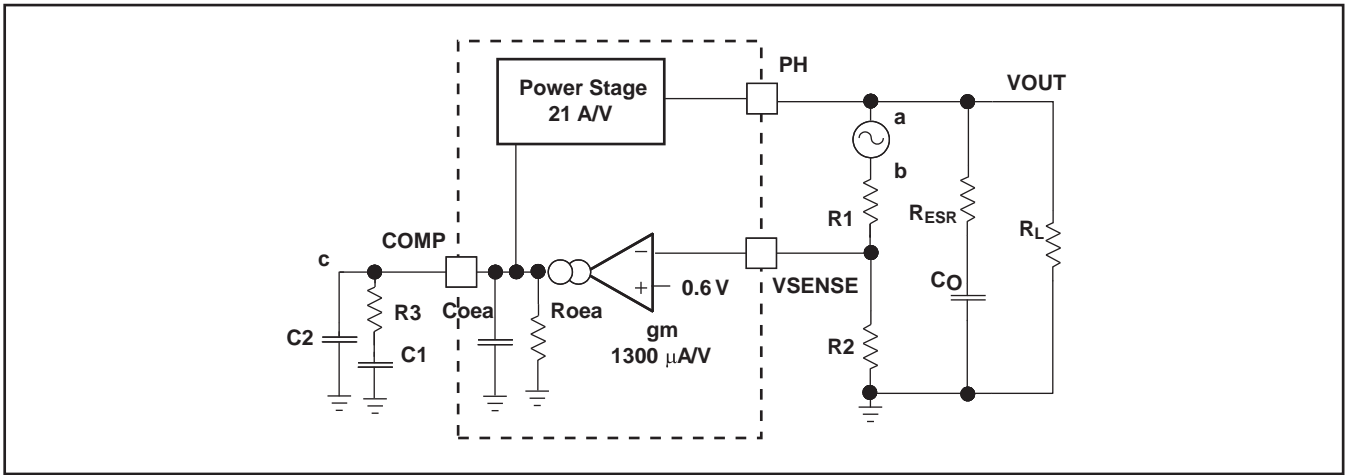
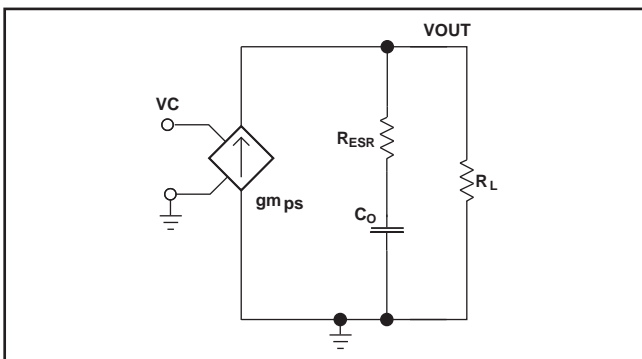
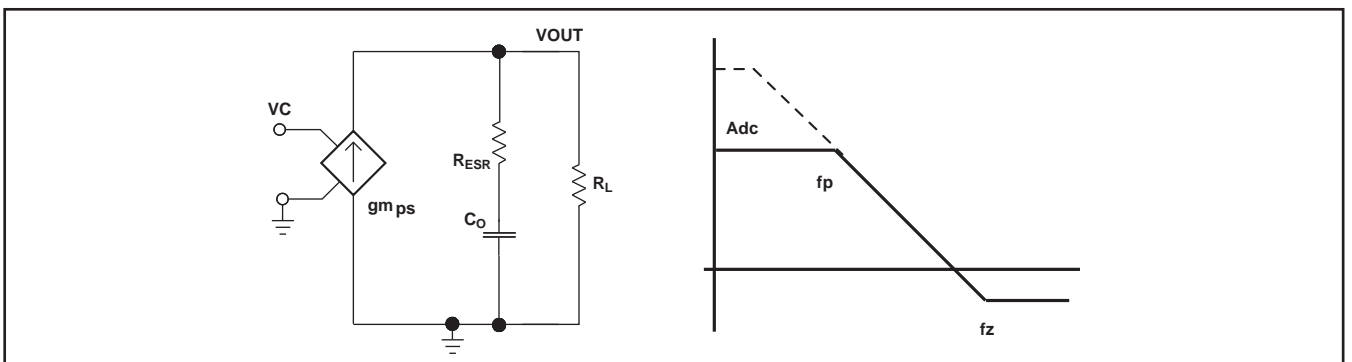

図 25. ループ応答の小信号モデル
図 26. ピーク電流モード制御の単純な小信号モデル
図 27. ピーク電流モード制御の単純な周波数応答
図25に、周波数応答と過渡応答をチェックするために回路シミュレーション・プログラムでモデル化できる、デバイス制御ループの等価モデルを示します。誤差増幅器は、 $gm$ が1300 $\mu$ A/Vのトランスコンダクタンス・アンプです。この誤差増幅器は、理想的な電圧制御電流源を使用してモデル化できます。抵抗 $R_{oea}$  (3.07M $\Omega$ ) およびコンデンサ $C_{oea}$  (20.7pF) により、誤差増幅器の開ループ・ゲインと周波数応答がモデル化されます。ノードaとbの間の1mVのAC電圧源は、周波数応答測定のために制御ループを実質的に分断します。a/cおよびc/bのプロットは、それぞれパワー段および周波数補償の小信号応答を示します。a/bのプロットは、ループ全体の小信号応答を示します。時間ドメイン分析で適切な負荷ステップ振幅およびステップ・レートを有する電流源を、 $R_L$ の代わりに使用すれば、動的ループ応答をチェックできます。
図26に、周波数補償の設計方法を理解するために使用できる、単純な小信号モデルを示します。TPS54821のパワー段は、出力コンデンサおよび負荷抵抗に電流を供給する電圧制御電流源（デューティ・サイクル変調器）として近似できます。制御-出力間の伝達関数は式 (10) に示され、DCゲイン、1つの支配的な極、および1つのESRゼロで構成されます。スイッチ電流の変化とCOMPピン電圧（図25のノードc）の変化との比が、パワー段のトランスコンダクタンス $gm_{ps}$ （このデバイスでは21A/V）です。パワー段のDCゲインは、抵抗性負荷の場合、式 (11) に示すように $gm_{ps}$ と負荷抵抗 ( $R_L$ ) の積です。負荷電流が増加すると、DCゲインは減少します。この負荷に対する変化は一見問題となりそうですが、幸い、支配的な極は負荷電流とともに移動します（式 (12) を参照）。それらの組み合わせによる効果は、図27に点線で示されています。負荷電流が減少すると、ゲイン